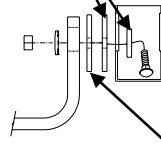

FIG. 4.
6. Usando el cable de halar inserte el perno de carruaje y (1) espaciador dentro del travesaño del bastidor del vehículo, inserte el cable de halar a través de los espaciadores y barra de enganche como se muestra en la Fig 4. Retire el cable de halar e instale una arandela cónica y tuerca hexagonal sobre el perno de carruaje.